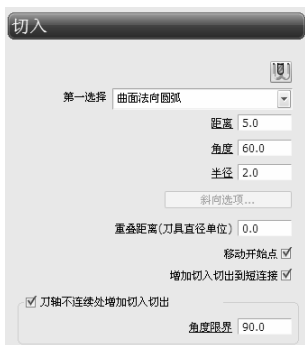

图 3-56 “切入”选项卡
1) 选择“切入”选项，选择“曲面法向圆弧”切入方式，设置“距离”为 5.0，“角度”为 60.0，“半径”为 2.0，如图 3-56 所示。